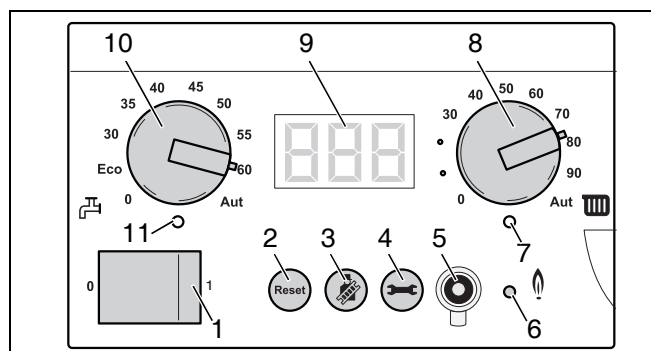

Fig. 75 Regolatore di base BC10
- Agendo sulla manopola "Temperatura massima dell'acqua della caldaia" (fig. 75, pos. 8) regolare il limite superiore della temperatura dell'acqua della caldaia per l'esercizio di riscaldamento (vedere tab. 15).
- Spegner l'impianto di riscaldamento con l'interruttore di esercizio del BC10 (fig. 75, pos. 1). In questo modo anche il bruciatore viene spento automaticamente.
- Spegner l'impianto di riscaldamento con l'interruttore di esercizio del BC10 (fig. 75, pos. 1).